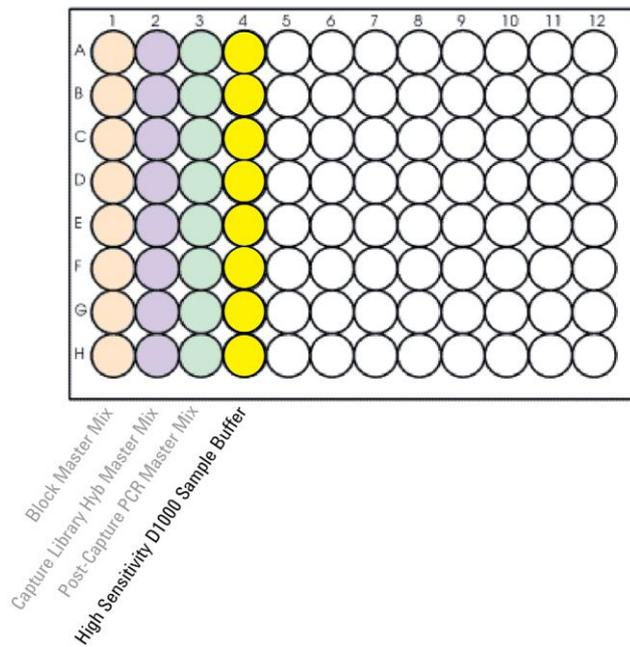

図 16 TS_High-Sensitivity_D1000 用 Eppendorf twin.tec マスターミックスソースプレートの配置 以前のプロトコルで分注したマスターミックスは灰色で表記しています。
5. Hyb_XT_LL_ILM_v.B1.0.1.pro のランに使用した Eppendorf twin.tec プレートを 使用し、Sample Buffer ソースプレートを室温で調製します。表 91 に従い、カラム 4 の各ウェルに High Sensitivity D1000 Sample Buffer を加えます。Sample Buffer ソースプレートの最終的な配置は図 16 に示します。